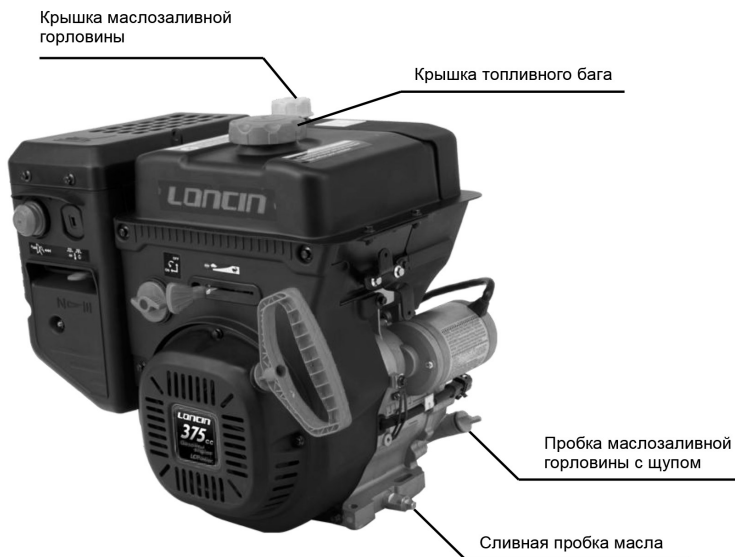
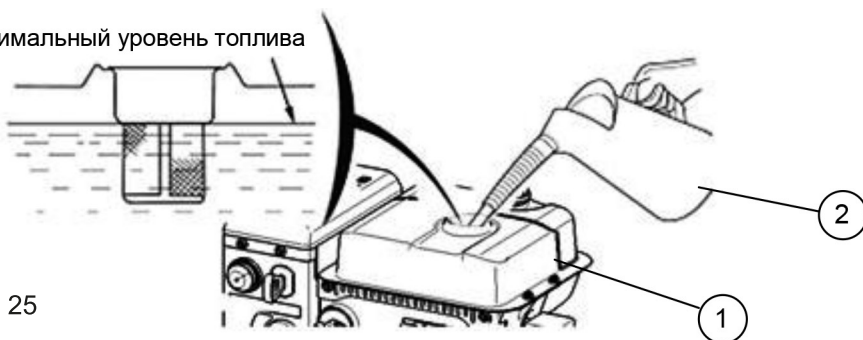

Рис. 20
Рис. 25
2. Выкрутите пробку маслозаливной горловины (Рис. 20, 21);
Открутите крышку бензобака (Рис. 20). Под крышкой расположен сетчатый фильтр, который препятствует попаданию мусора в бензобак при заливке топлива. Залейте в бензобак (поз. 1, Рис. 25) топливо (бензин АИ92) до необходимого уровня. Заливать топливо в бензобак необходимо через воронку, или из специальной канистры с удлиненной горловиной (поз. 2, Рис. 25). После дозаправки надежно закрутите крышку бензобака.